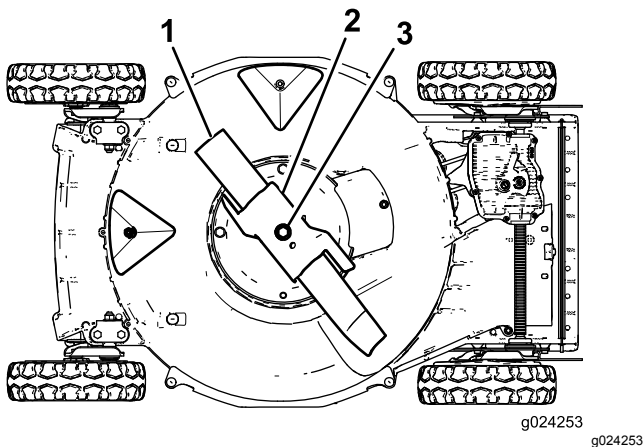

Figura 24
4. Inclinate la macchina sul fianco **destro** (il filtro dell'aria in alto) come mostrato in Figura 24.